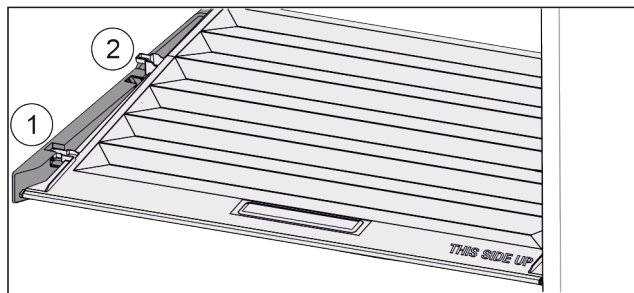

Fig. 124
- ▶ Vytáhněte víko dopředu až k otvoru v přídržných dílech Fig. 124 (1).
- ▶ Vzadu zespuďte nadzvedněte a vyjměte směrem nahoru Fig. 124 (2).